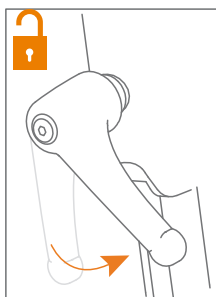
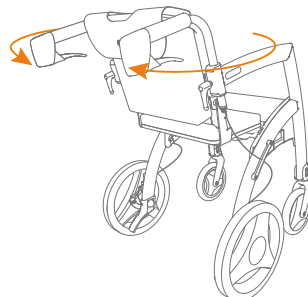
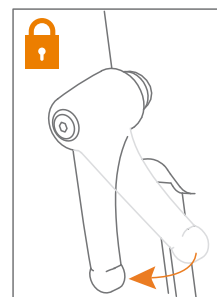

Figure 36: Desserrez les poignées de réglage.
Figure 37: Tourner les poignées.
Figure 38: Serrage des poignées de réglage.
- Desserrez les poignées de réglage dans le sens antihoraire (**Figure 36**) et faites pivoter les poignées par l'extérieur, jusqu'à ce qu'elles pointent vers l'arrière (**Figure 37**). Réglez la hauteur pour la personne qui pousse le fauteuil roulant électrique et tournez les poignées de réglage dans le sens horaire pour les serrer (**Figure 38**). Voir **Réglage de la hauteur pour une posture correcte**.